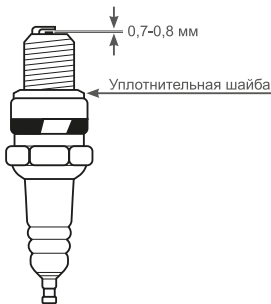

Рис. 13 Обслуживание свечи зажигания.
4. Измерьте зазор между электродами свечи зажигания специальным щупом. Зазор должен быть 0,7-0,8 мм (Рис. 13). При увеличении или уменьшении требуемого зазора, рекомендуется заменить свечу, так как регулировка зазора может привести к изменению качества искрообразования.